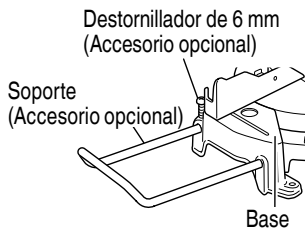

Fig. 17
- Tal y como se indica en la Fig. 17, instale el soporte en los orificios del lateral de la base y apriételo con un destornillador de 6 mm (Accesorio opcional).